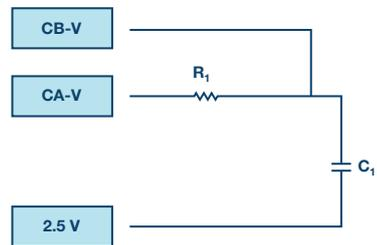

図 5. ブレッドボードを使って構成した RC 回路
- ▶ 1. ソルダレス・ブレッドボード上に R_1 (2.2 k Ω)、 C_1 (1 μ F) を差し込んで、図 5 に示す回路を構成します。そのうえで、「ALICE」のオシロスコープ・ソフトウェアを起動します。